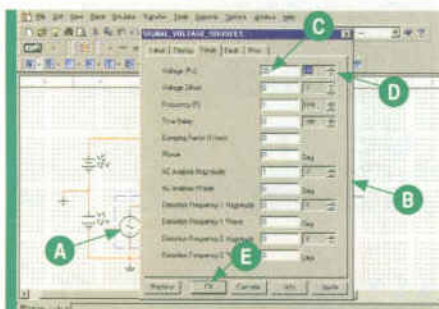

Figura 8 - Programação
Uma vez que você a tenha selecionado e colocado na área de trabalho, ligue-a ao capacitor C_1 e ao terra. Depois, clicando sobre ela com o botão direito, conforme mostra a **figura 8** (A), abra a caixa de diálogo que permite fazer sua programação.
Outras fontes de sinais também podem ser empregadas com a finalidade de simular ou testar um circuito. Podemos citar na mesma caixa que usamos na **figura 8**, a fonte de sinais de *clock*, que gera sinais retangulares em frequências e amplitudes que podem ser ajustadas.